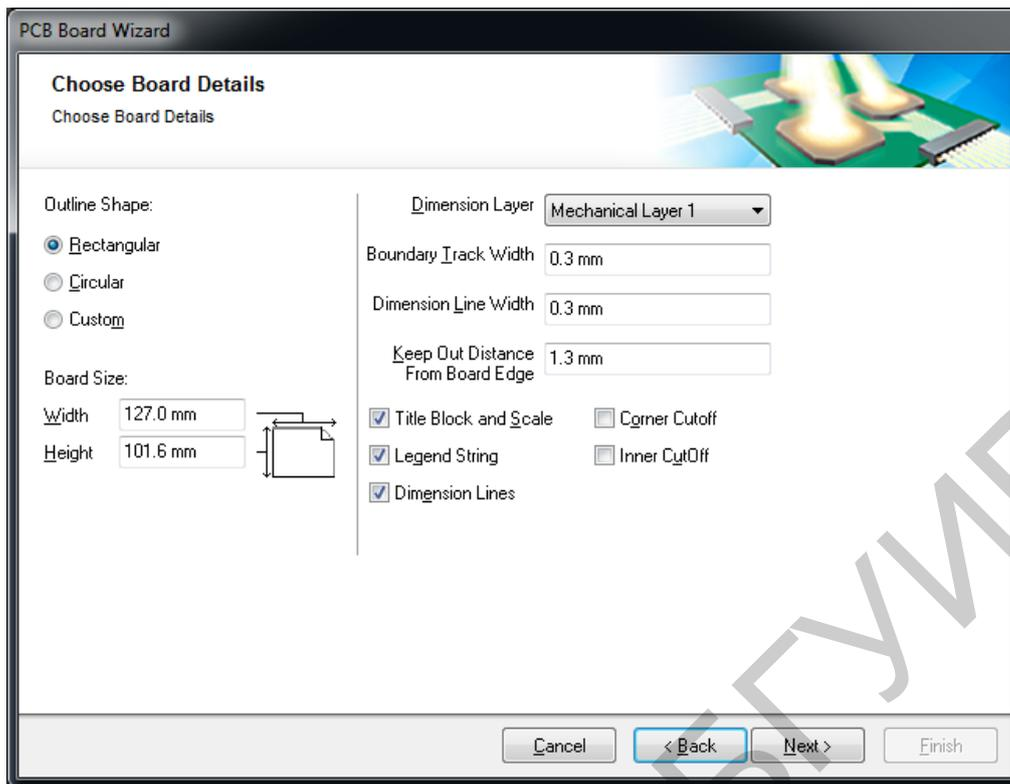

Рис. 58. Определение пользовательских настроек печатной платы
5. На шаге Choose Board Details (рис. 58) указываются: